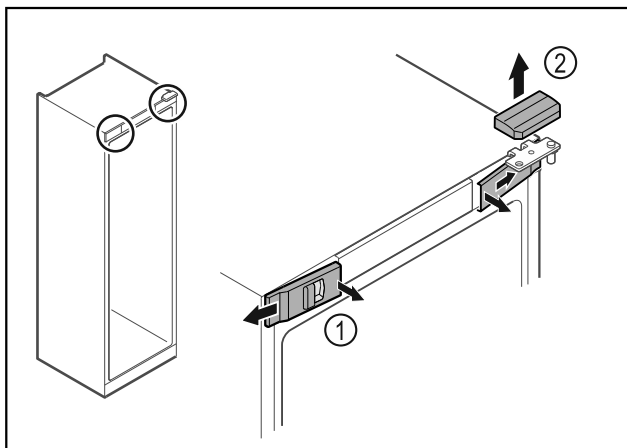

Fig. 10
- Uvolněte uvnitř přední kryty Fig. 10 (1) a sejměte je stranou.
- Horní kryt Fig. 10 (2) odeberte směrem nahoru.